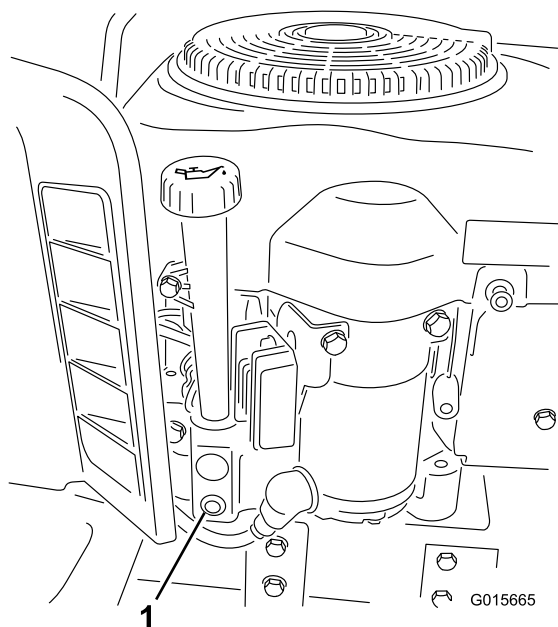

Figura 19
6. Coloque un recipiente debajo del tapón de vaciado de aceite y abra el tapón de vaciado girándolo la tuerca en sentido antihorario (Figura 19).
10. Desenrosque la varilla de aceite y vierta lentamente aproximadamente el 80% de la cantidad especificada de aceite por el orificio de llenado (Figura 19).